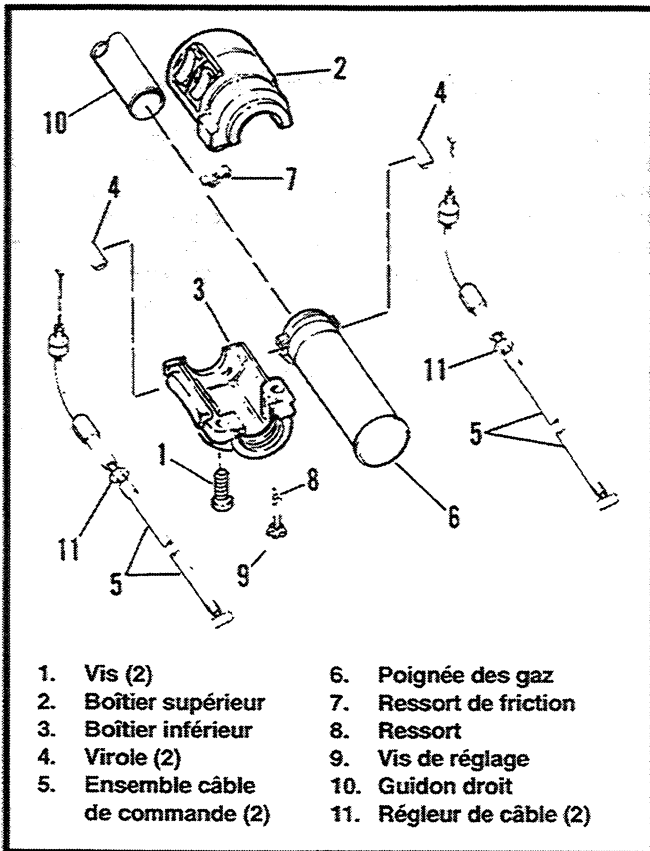
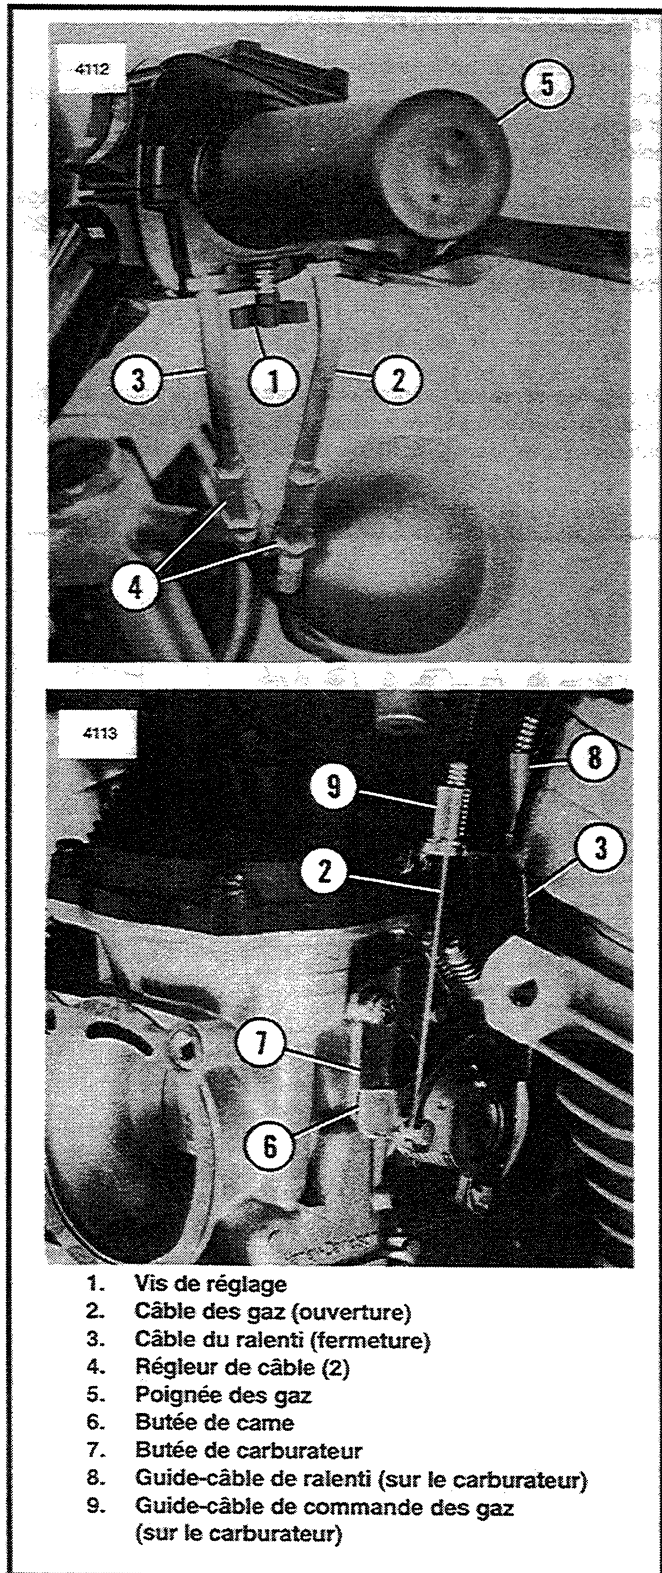

Figure 2-45. Commande des gaz sur le guidon droit
Figure 2-46. Câbles de commande des gaz et du ralenti
Voir Figure 2-45. La commande des gaz doit fonctionner librement sans gripper. Lorsque la vis de réglage (9) est tirée, le papillon du carburateur doit se remettre en position fermée (ralenti). Vérifiez le réglage du câble. Le moteur en marche, faites pivoter le guidon complètement de gauche à droite. Si la vitesse du moteur change pendant cette manoeuvre, réglez les câbles de la manière suivante :
1. Voir Figure 2-46. Desserrez la vis de réglage (1).
2. Faites glisser la protection en caoutchouc (s'il y en a une) hors de chaque régleur de câble (4).
5. Alignez la roue avant dans l'axe de la moto. Ouvrez les gaz à fond en tournant la poignée (5) ; maintenez-la dans cette position.
6. Tournez le régleur (4) du câble de commande des gaz (2) jusqu'à ce que la butée de came (6) vienne en contact avec la butée du carburateur (7). Serrez le contre-écrou du régleur (4) du câble de commande des gaz (2) ; relâchez la poignée des gaz.
DEPOSE/DEMONTAGE (Figure 2-45)
1. Voir Figure 2-45. Appliquez une légère couche de graphite sur le guidon et la surface intérieure des boîtiers (2 et 3).
2. Installez le ressort (8), la vis de réglage (9) et le ressort de friction (7) dans le boîtier inférieur (3).
3. Voir Figure 2-45. Branchez les câbles (5) au boîtier inférieur (3). Voir Figure 2-46. Le câble d'accélération (2) est muni d'un écrou fileté de 5/16 po. (7,9 mm) et se situe à l'avant du boîtier inférieur. Le câble de ralenti (3) es muni d'un écrou fileté de 1/4 po. (6,3 mm) et se situe à l'arrière du boîtier inférieur.
4. Voir Figure 2-45. Installez la poignée des gaz (6) sur l'extrémité du guidon droit (10). Installez le boîtier inférieur (3) sur le guidon droit, en emboîtant la poignée des gaz dans le boîtier inférieur. Placez les viroles (4) sur les embouts des câbles (5), puis installez-les (avec les câbles attachés) dans leurs encoches respectives de la poignée des gaz.
7. Voir Figure 2-46. Installez la gaine du câble de ralenti (3) et le ressort dans le guide de câble (8) le plus long, situé sur le carburateur.
8. Installez la gaine du câble de commande des gaz (2) dans le guide-câble (9) le plus court, situé sur le carburateur.